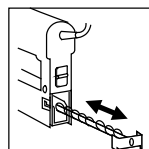

Рис. 5
4. Вставьте пружину подачи (рис. 5).